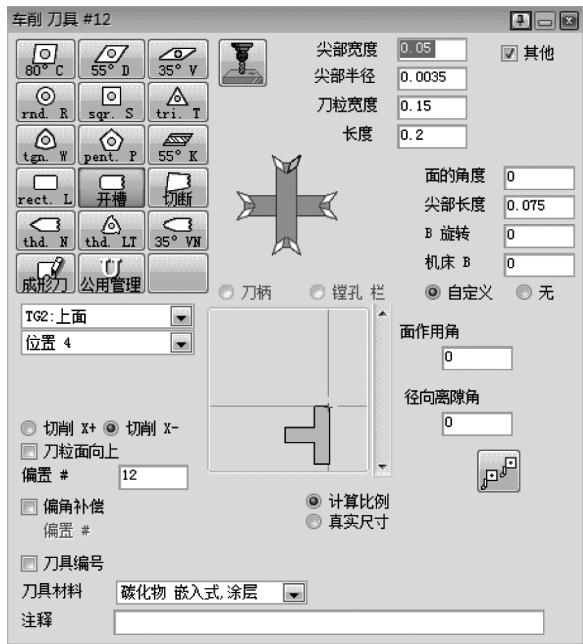
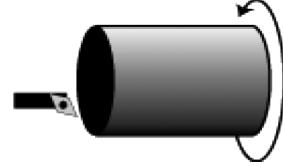

图 5-30 车削刀具#12
图 5-31 刀具方向
14) 创建车削刀具#12, 如图 5-30 所示。此刀具将对外径切槽。其设置与车削刀具#10 相同, 如图 5-31 所示。